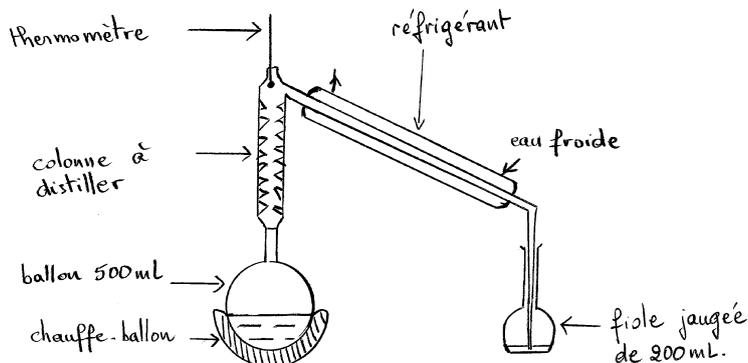

Figure 1 : Schéma du montage de distillation.
1.1. Appareil à distiller (voir figure 1)